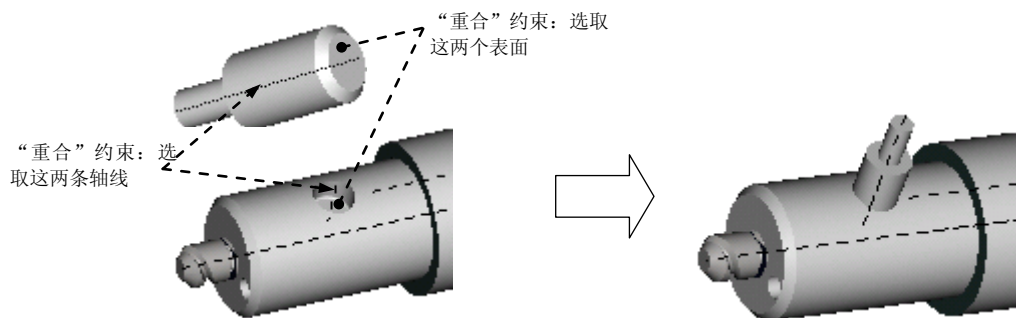

图 9.5.19 装配第一个销
Step9. 增加固定元件: 按与 Step7 相似的操作方法, 装配零件**销 (pin)**, 参见图 9.5.19。操作提示如下: